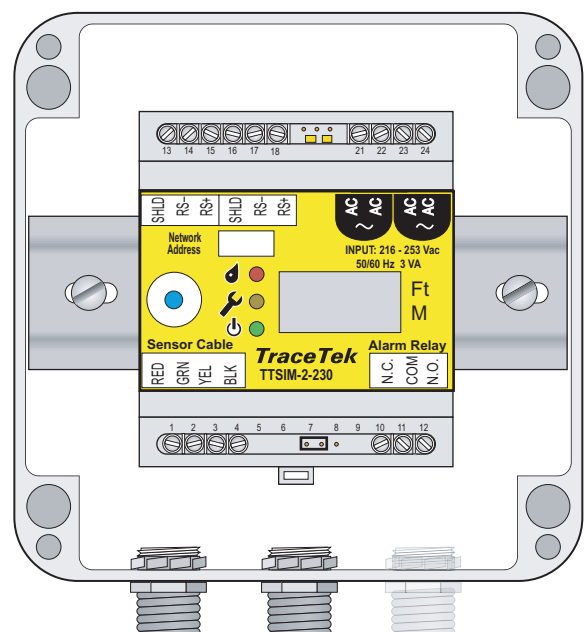

Abbildung 2. Montage im Gehäuse
#### Montage TTSIM-2 mit IP 56Gehäuse (optional) (Abb. 2)
- Eine typische Installation für den Betrieb unter freiem Himmel oder unter widrigen Umgebungsbedingungen erfordert drei Öffnungen im TTSIM-ENC-Gehäuse: eines für die Zufuhr von Versorgungsspannung und Bus, ein weiteres für die Ableitung von Versorgungsspannung und Bus sowie ein drittes für die Verbindung zum Sensorkabel (Abb. 2).